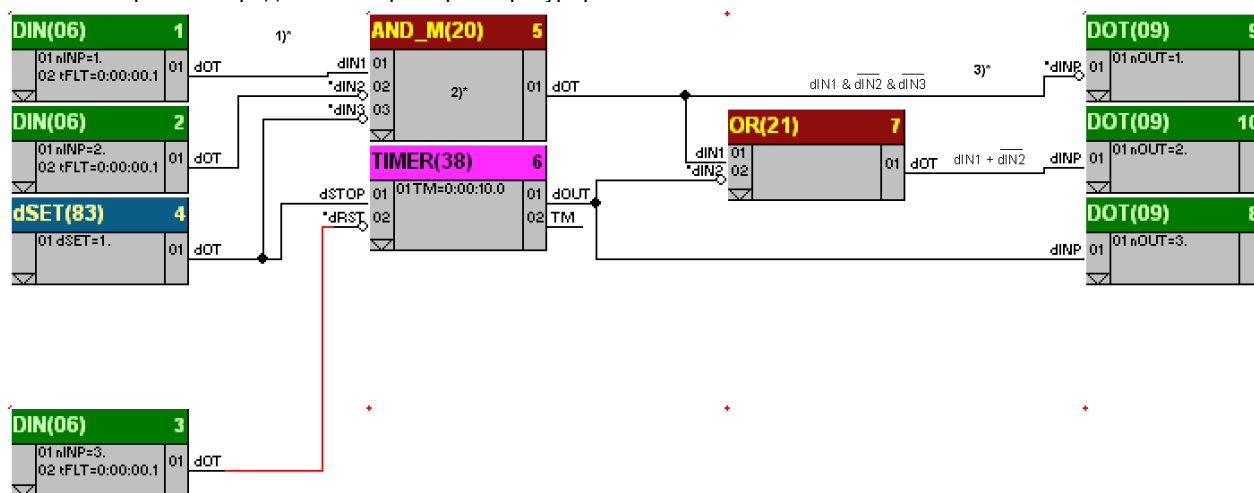

Рисунок 2.7 - Пример конфигурирования
Возможности конфигурирования не зависят от функционального блока и определяются следующими правилами (рис. 2.7):
На рис. 2.7 представлен пример конфигурирования.
На рис. 2.7 представлены различные примеры и варианты конфигурирования:
4) На рис.2.7 показана инверсия входов следующих функциональных блоков: